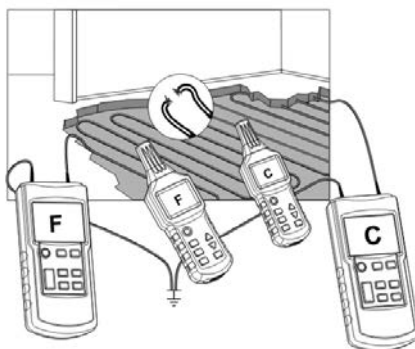

Fig.13b
- Branchez les deux émetteurs (si deux émetteurs sont utilisés) comme l'illustre la Fig.13b.